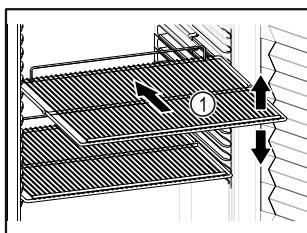

Fig. 62 Beispielhafte Darstellung
- ❑ Wenn Abstellroste und/oder Medikamentenschubfächer Fig. 62 (1) versetzbar sind, je nach Höhe anpassen.